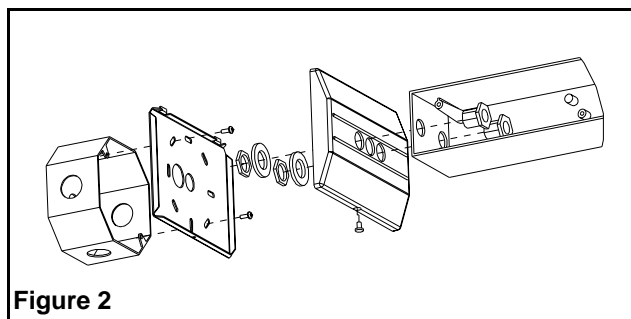

Figure 2
3. Sur la plaque de fixation, défoncer les débouchures appropriées afin de fixer la plaque sur la boîte de jonction - vérifier l'orientation qu'aura le boîtier du luminaire (voir fig. 2).
6. Fixer le pavillon au boîtier du luminaire à l'aide du matériel fourni. Introduire le raccord fileté par l'intérieur du boîtier du luminaire, passer dans la débouchure du pavillon et la rondelle de nylon, puis visser l'écrou sur le raccord (l'écrou doit être à l'intérieur du pavillon). Voir fig. 2.